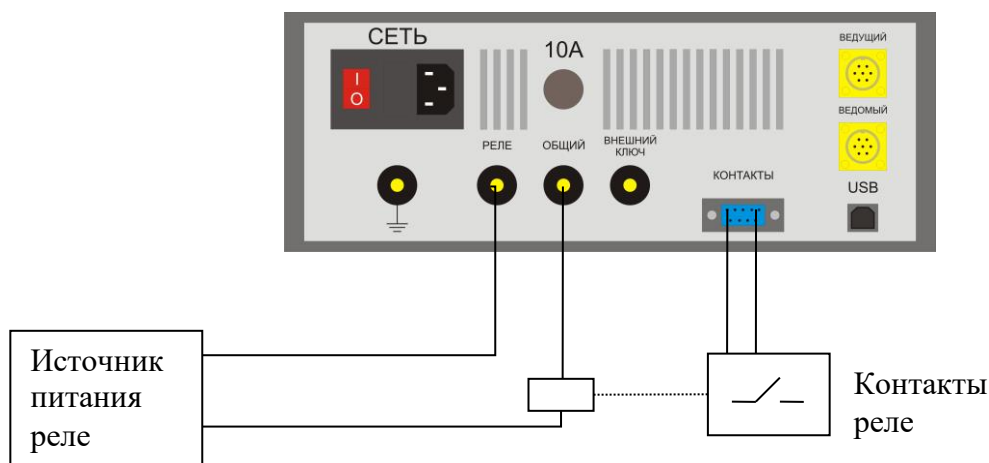

Рис. 5.2.1 Схема соединения прибора с реле для автоматического и ручного режима управления
Перед началом проведения измерений необходимо подготовить прибор к работе, соединив прибор с тестируемой реле согласно схемам, представленным на рис. 5.2.1 – 5.2.5 для различных режимов работы, так же соединить прибор с шиной заземления через клемму 2, изображённую на рис. 5.1.2, а так же соединить прибор с питающей сетью 220В при помощи сетевого шнура из комплекта поставки, соблюдая при этом технику безопасности как при выполнении всех соединений, так и в процессе проведения измерений.
5.2.1. Режим с автоматическим или ручным управлением реле. В этих режимах используется внутренний ключ прибора для управления питанием обмотки реле. В режиме автоматического управления – прибор сам управляет внутренним ключом при проведении измерений, а в режиме ручного управления – пользователь управляет замыканием / размыканием внутреннего ключа прибора нажатием на кнопки 8 и 9 (рис. 5.1.1) соответственно. Схема соединения прибора с реле для данных режимов работы представлена на рис. 5.2.1